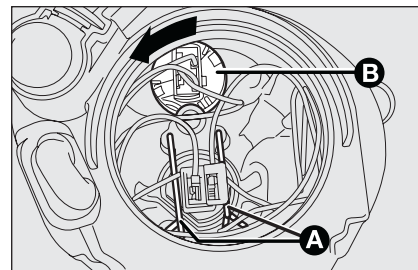

fig. 25
- ☐ décrocher les deux agrafes de retenue de la lampe **A**-fig. 25;
- ☐ tourner dans le sens contraire des aiguilles la douille **B-fig. 25** et l'extraire;